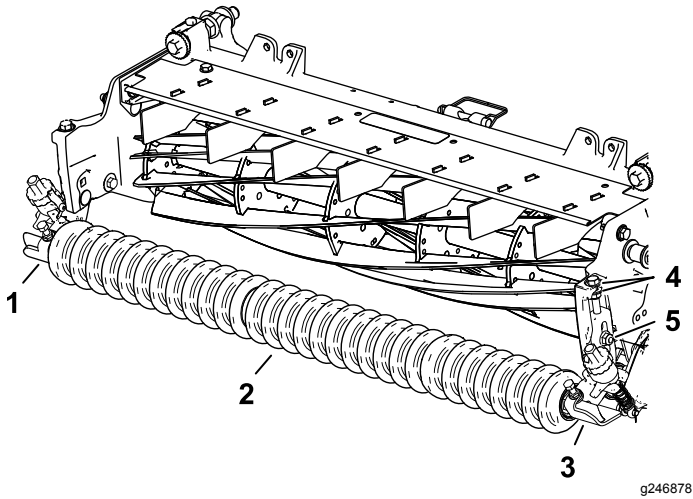

图10
1. 使用之前卸下的托架螺栓将左、右剪草高度支架组件和前滚筒组件松松地安装到滚刀组侧板上图10。